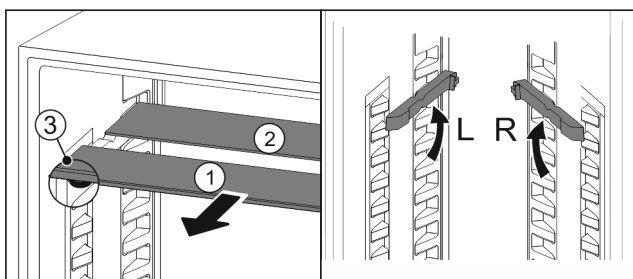

Fig. 190
- Tërhiqni një nga një pllakat e xhamit nga përpara Fig. 190 (1).
- Pllaka e xhamit Fig. 190 (1) me kornizën ndodhet përpara.
- Ndaluesit Fig. 190 (3) janë të drejtuar për poshtë.